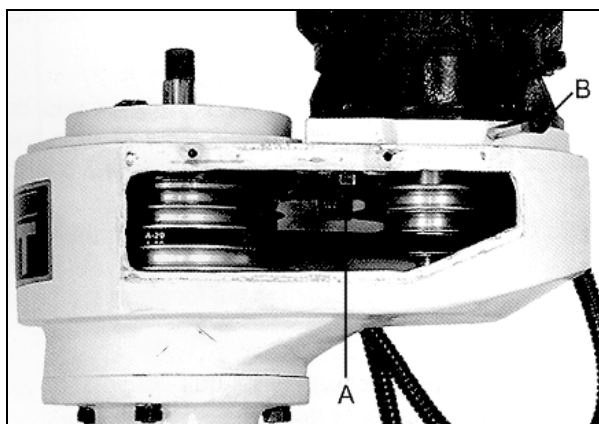

Рис. 5
- поворотом рукояток А и В (Рис.5) ослабить прижимные гайки двигателя;